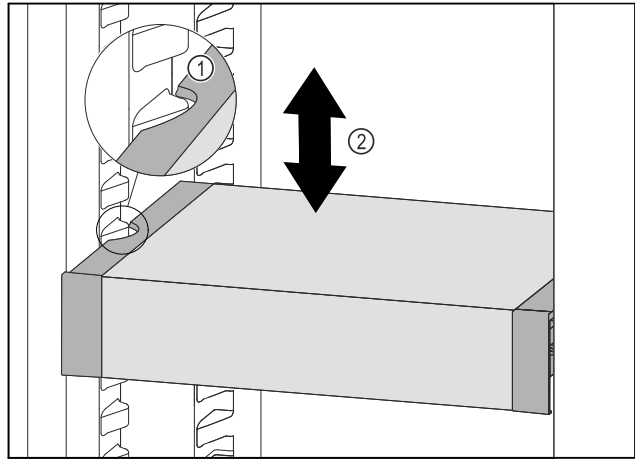

Fig. 83
- ▶ Tirer le VarioSafe vers l'avant jusqu'à ce que les encoches latérales du VarioSafe soient à la hauteur de la nervure du bac dans la partie réfrigérateur. Fig. 83 (1)
- ▶ Déplacer le VarioSafe vers le haut ou vers le bas dans la partie réfrigérateur jusqu'à ce que la hauteur souhaitée soit atteinte. Fig. 83 (2)